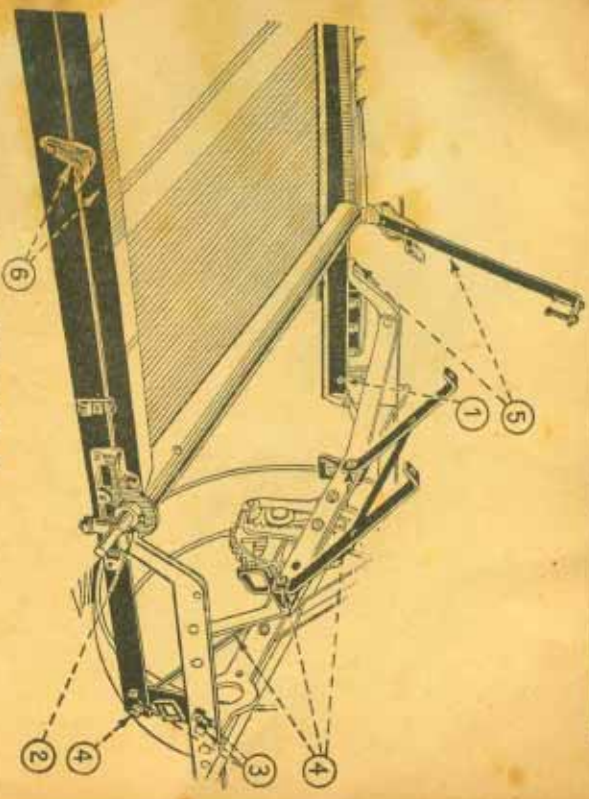

Abbildung Nr. 3.
7. Befestige das Schutzschild für die vordere Plattform-Führungsbuchse an dem Schneidebalken, wie Abbildung Nr. 3 A zeigt.